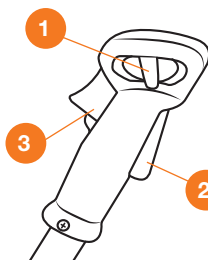

Рис. 14
- Удерживая клавиши **2** и **3** нажатыми, переведите выключатель зажигания **1** в крайнее правое положение «**I**» **START** (Рис. 14).
Для остановки двигателя бензиновой косы отпустите рычаг дроссельной заслонки, дайте поработать двигателю 3-5 секунд на холостых оборотах и переведите выключатель зажигания **1** в положение «**0**» **STOP** на рукоятке управления модели **DABC 520PRO** (Рис. 14). Или клавишу **2** в положение (\Rightarrow) модели **DABC 420E** (Рис. 12).